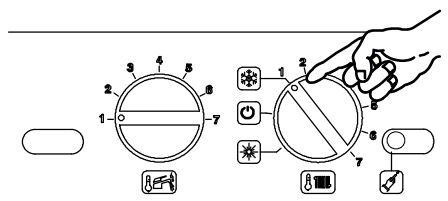

Figura 6.7
- Ruotare il selettore di funzione 10 come in Figura 6.7.